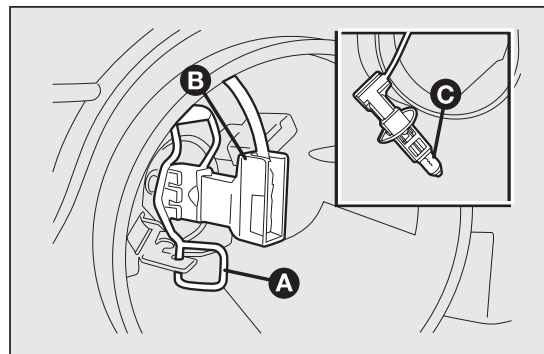

fig. 158
- ☐ sganciare la molletta fermalampada A fig. 158;